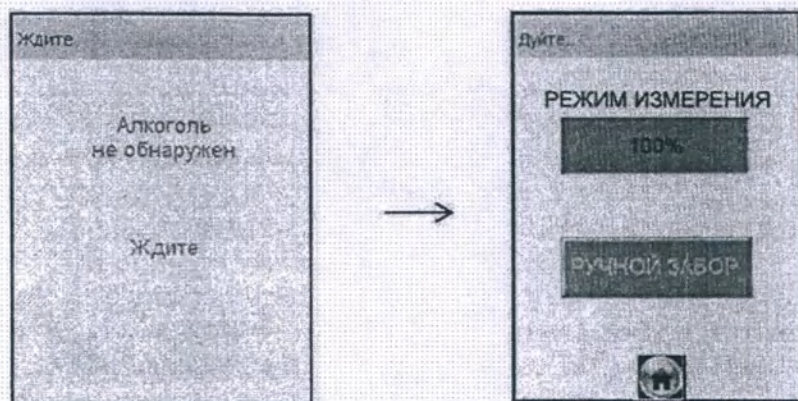

Рисунок 14 – Готовность к отбору пробы
– при положительном результате проверки (при отсутствии этанола и других компонентов), анализатор перейдет в окно готовности к отбору пробы (рисунок 14 справа);
Целесообразно прекратить выдох. Для возобновления процедуры измерения нажмите на виртуальную кнопку «Повтор», после перехода анализатора в режим готовности к отбору пробы (рисунок 14, справа) можно повторить выдох согласно 2.8.13 настоящего РЭ.